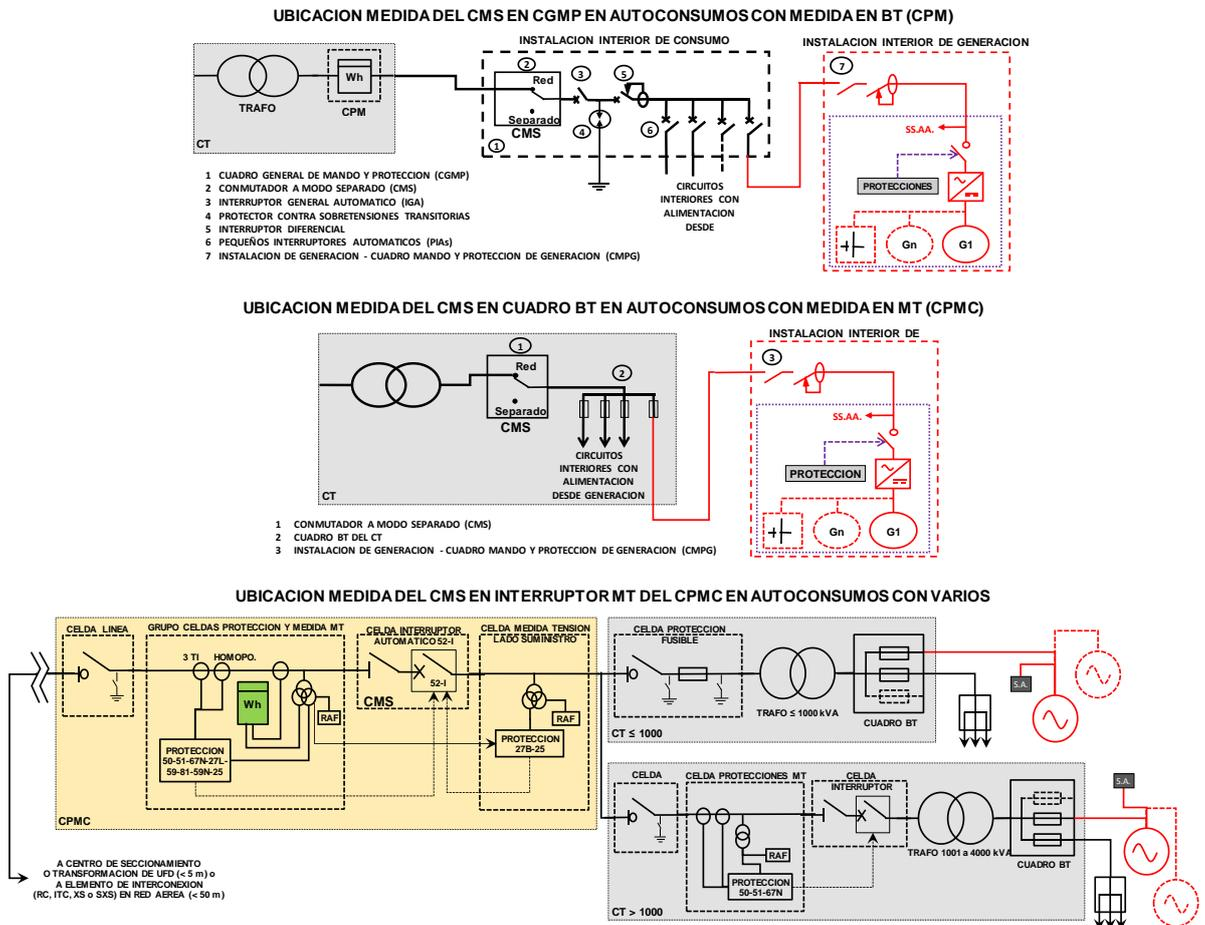

Figura 3. Ubicación del Conmutador a Modo Separado (CMS).
- En los autoconsumos con posibilidad de funcionamiento en modo “Separado”, es obligatorio instalar un Sistema de Conmutación, que disponga de los enclavamientos y equipos de sincronización necesarios. La conmutación se instalará generalmente en BT, bien en el CGMP de la instalación interior (si la medida es en BT) o bien a la entrada del Cuadro BT del CT (si la medida es en MT), salvo en el caso de instalaciones con varios transformadores en los que dicha conmutación será realizada por un interruptor automático en MT situado en su CPMC, tal como se indica en la **Figura 3**: